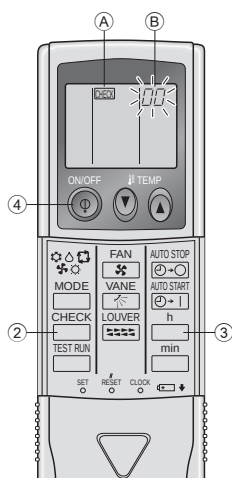

Fig. 7-6
7.3.2. Бездротовий пульт дистанційного керування (Fig. 7-6)